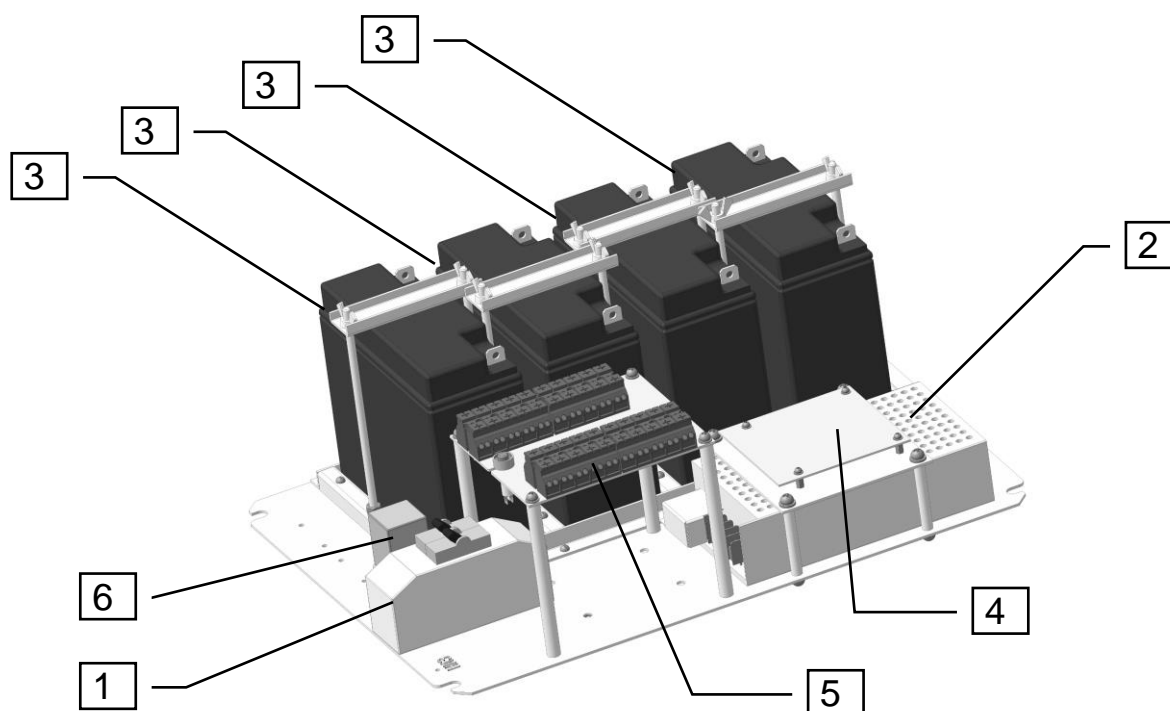

Рис. 1 Устройство ББП постоянного тока с входным напряжением 110,127 или 220В
Устройство ББП24-36 и ББП12-72 с питающими напряжениями 110В, 127В или 220В (без корпуса и внутренних соединений) показано на Рис. 1.
2.1.4 Установить аккумуляторы в ББП в соответствии с Рис. 1, подсоединить клеммы соединительных проводов. Сначала следует подключить провода к положительным выводам аккумуляторов, а потом – к отрицательным. Провода подключаются в соответствии с